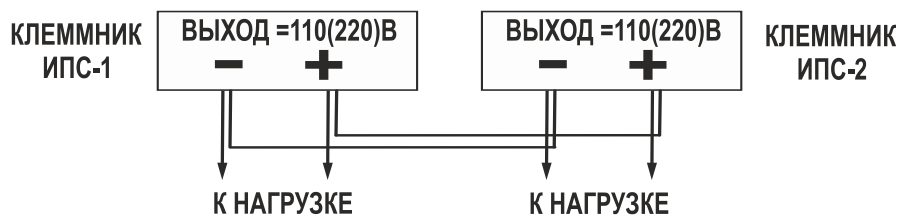

Рис.3
5.10. ИПС допускают включение на параллельную работу (см. рис.3). При этом будет обеспечиваться селективная дистанционная сигнализация ИПС, т.к. выходы ИПС соединены через диоды, а реле сигнализации исправности включены до диодов.